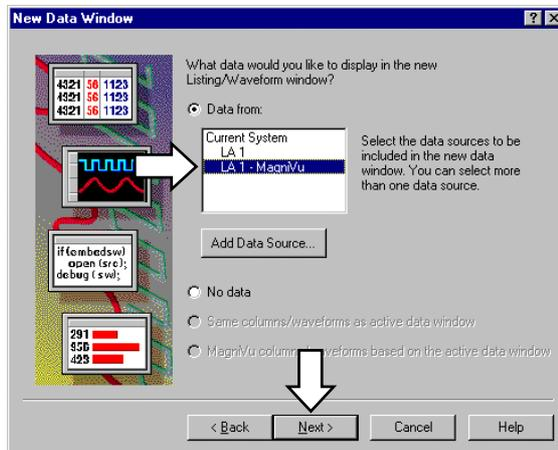

図 3-32 : [New Data Window]ウィザードのデータ・ソースを選択するためのダイアログ・ボックス
8. 図 3-32 のダイアログ・ボックスが現れるので、[Data from]オプション・ボックスを選択し、リスト・ボックスの[LA1 - MagniVu]を選択し、<Next>ボタンをクリックします。